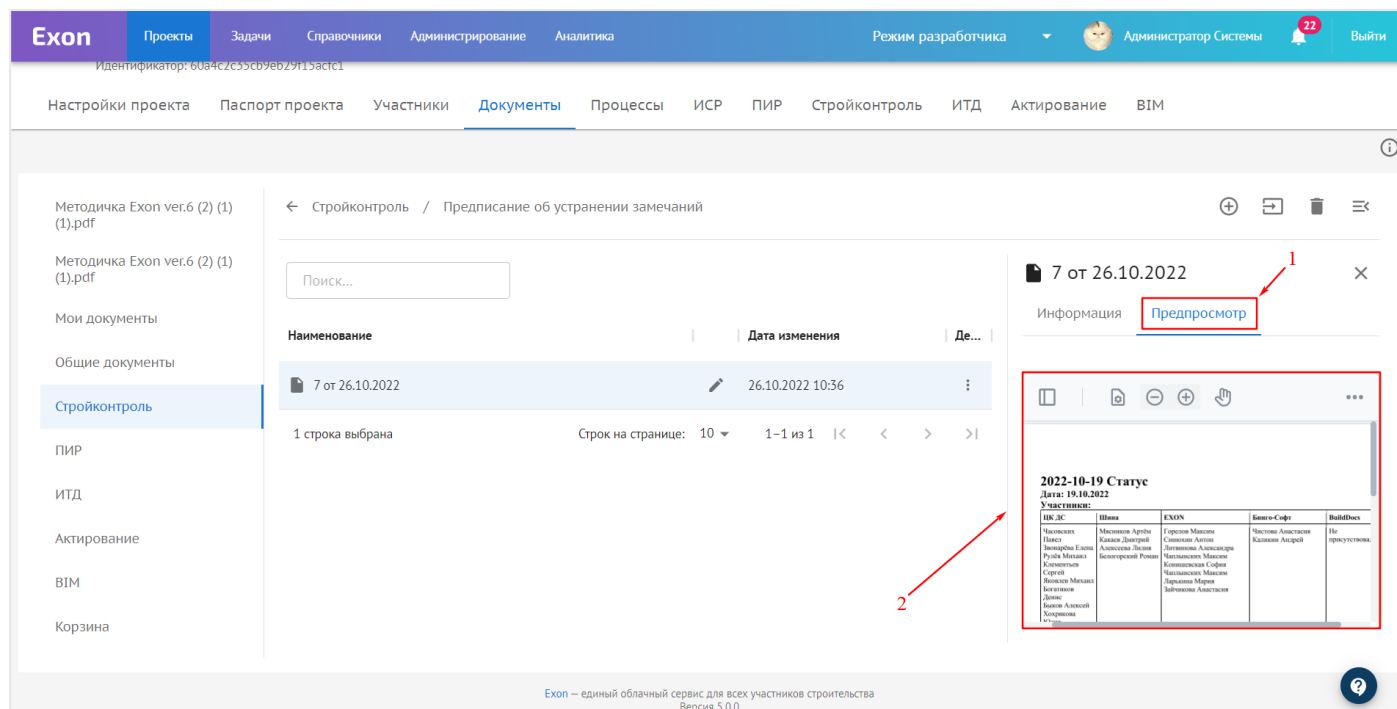

Рис. 49 – Окно предпросмотра документа
Во вкладке «Предпросмотр» (1) имеется возможность просмотра документа (2) (рис. 49).